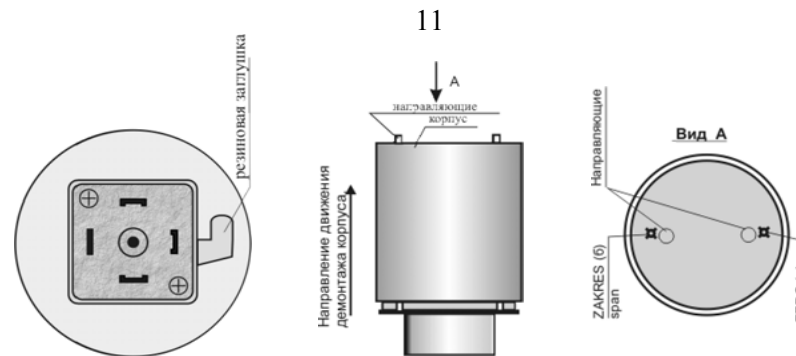

Рисунок 4 - Схема расположения потенциометров калибровки
Для электрического присоединения с разъёмом типа PD: (см. рис. 4)
- Для доступа к потенциометру «диапазона», необходимо снять корпус прибора с направляющих (см. рисунок 4).